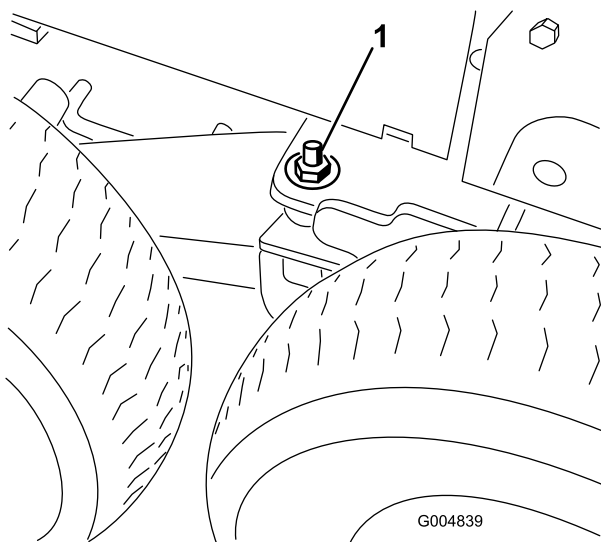

Figure 77
7. Enlevez le contre-écrou (1/2 po) et la rondelle plate de l'assemblage soudé du pivot de bogie gauche et droit pour déverrouiller le pivot (Figure 77).
11. Abaissez le cric d'atelier jusqu'à ce que l'assemblage soudé du pivot du bogie se déplace suffisamment pour que la rondelle plate (1/2 po) et le contre-écrou puisse être placés sur le goujon et être vissés à la main des deux côtés de la machine (Figure 77).